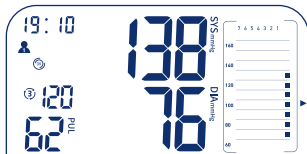

Figure 8
- À la fin de la mesure, le résultat de la mesure s'affiche sur l'écran. Dans la partie droite de l'écran, un graphique à barres apparaît, indiquant les résultats de chaque mesure. La mesure actuelle est affichée dans la colonne de droite. (Figure 8).
- Une pause de 2 minutes suit pour que la circulation sanguine du bras ne soit pas interrompue pendant une trop longue période. À côté du symbole de triple mesure ③, un décompte de 120 à 0 seconde s'affiche (Figure 8).